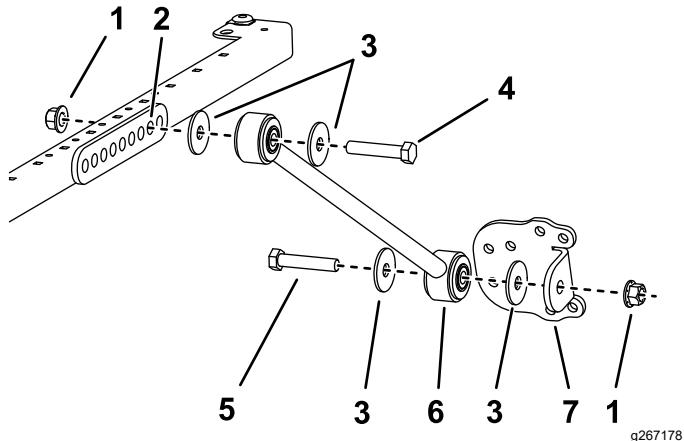

Figura 34
- Per i modelli 30446, 30446N, 30447 e 30447N, su ciascun lato del telaio del parasole montate, senza serrarlo, un supporto di ancoraggio sul **secondo** foro della staffa di ancoraggio con un bullone (½" x 2½"), una rondella (½") e un dado flangiato (½"), come illustrato nella Figura 34.